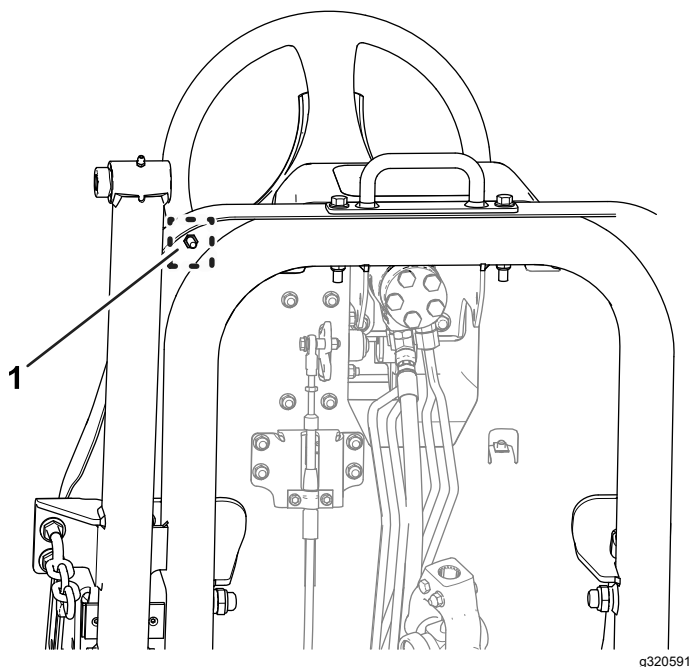

Figura 80
- B. Afloje la contratuerca situada por debajo de la placa del reposapiés (Figura 80).
- F. Mientras sujeta el tope del pedal de tracción, apriete la contratuerca situada debajo de la placa del reposapiés (Figura 79 y Figura 80) a entre 37 y 45 N·m.